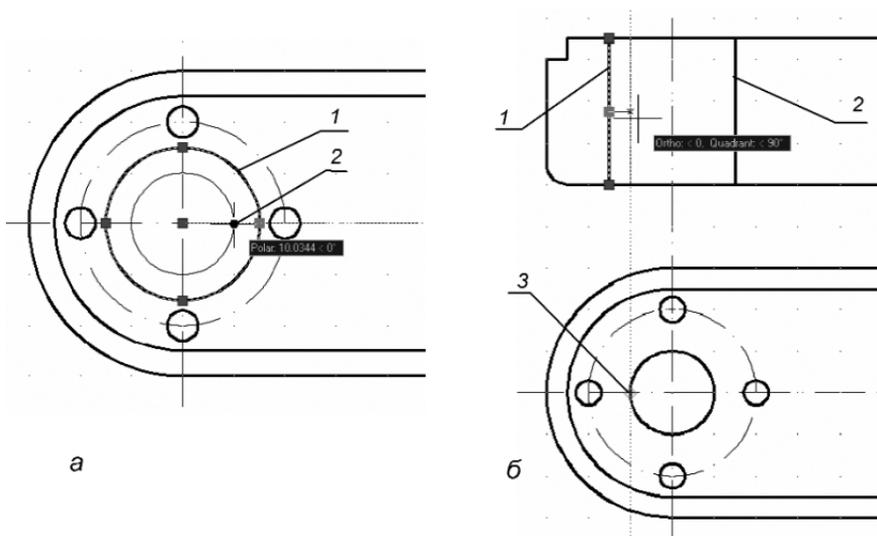

Рис. 4.8. Уменьшение радиуса окружности при помощи ручек и дополнение чертежа новыми элементами
2. Уменьшить радиус окружности (рис. 4.8а):
3. Перенести прямые 1 и 2 в соответствие с размерами окружности (рис. 4.8б):